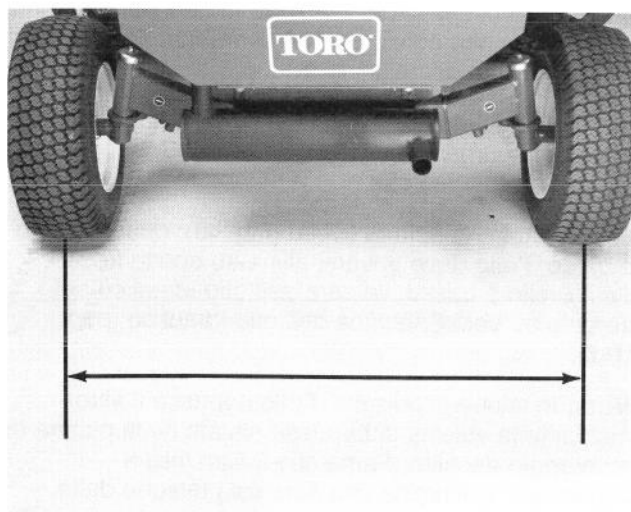

Fig. 49
1. Misurare la distanza tra i centri (altezza asse) anteriori e posteriori dei pneumatici di guida (Fig. 49). Il valore anteriore deve essere mm.3,17 meno del valore posteriore.